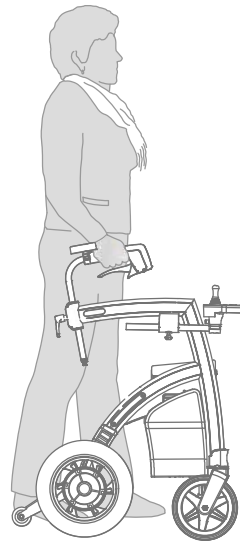

Figure 25: Marchez debout près du déambulateur.
- b. Tenez-vous entre les poignées pendant la marche. De cette façon, vous marchez aussi près que possible du déambulateur, qui offre le plus de soutien (**Figure 25**). Vous pouvez vous appuyer sur le Rollz Motion Electric si nécessaire.